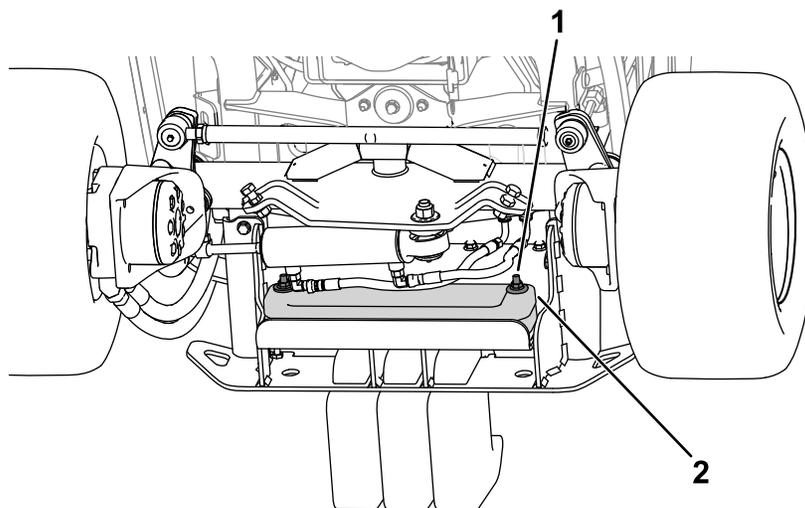

図 21
2. 新しい金具を使ってウェイトをバンパーに固定する 図 21。